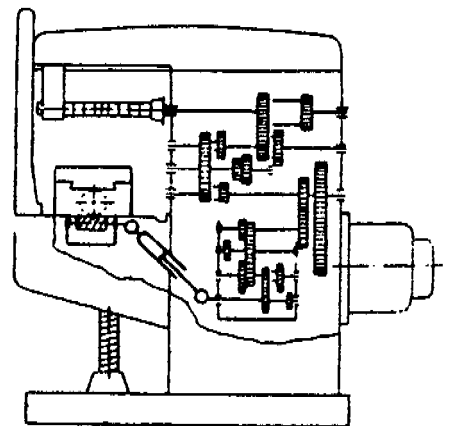

Figura 2
*Husillo de trabajo* es uno de los órganos esenciales de la máquina, puesto que es el que sirve de soporte a la herramienta y le dota de movimiento. Este eje recibe el movimiento a través de la caja de velocidades, como lo muestra la cadena cinématica de la figura 2.